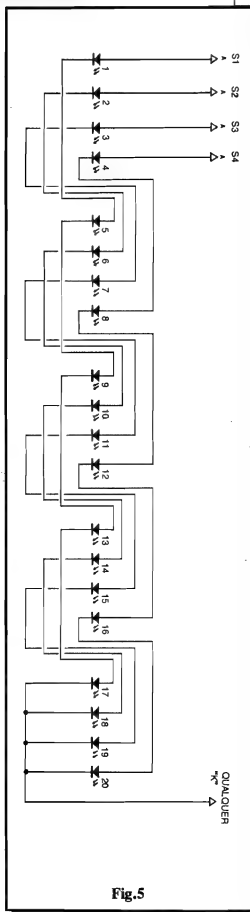

Fig.5
**- FIG. 5 - A ORGANIZAÇÃO "FÍSICA" E ELÉTRICA DO DISPLAY DE 20 LEDs...** - Num seqüenciador luminoso desse gênero (como já sabem os "veteranos") ocorre, na verdade, um "truque" ótico que se aproveita da relativa lentidão com que nossos olhos "percebem" os movimentos (iluminações e "apagamentos" dos LEDs...) e também da forma como nosso cérebro raciocina sobre as informações a ele mandadas pelos olhos... Dessa forma, é fundamental que a ordem dos LEDs, dentro da qual pretendemos que se manifeste o seqüenciamento, seja numericamente indicada no diagrama (de 1 a 20). Mesmo que a organização final, física, dos LEDs no **display**, não seja na disposição "em linha", conforme sugerido, deve-se ter em mente a ordem numérica indicada... Observem que, na verdade, apenas os LEDs ligados a uma das quatro Saídas (S1-S2-S3-S4), a cada momento (e pela ordem...), estarão energizados... Dessa forma, quando S1 estiver ativa (obrigatoriamente S2-S3-S4 desativadas...) acendem unicamente os LEDs 1-5-9-13-17... No próximo passo do seqüenciamento, com a ativação de S2 (forçosamente S1-S3-S4 desativadas...), acendem apenas os LEDs 2-6-10-14-18, e assim por diante... Nossos olhos (e nosso cérebro...) têm, então, a nítida "impressão" que o conjunto, na sua manifestação luminosa, promove um movimento no sentido do LED 1 para o LED 20, ininterrupto, uniforme, como